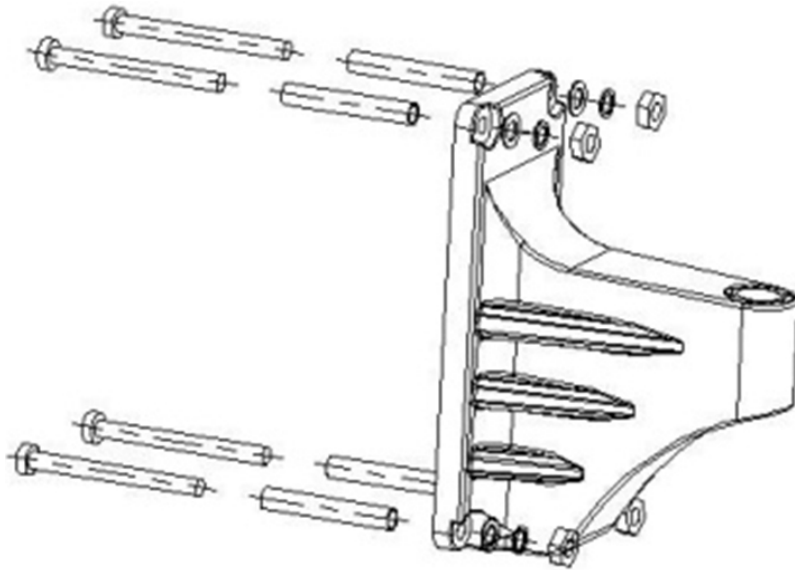

Fig. 1
4. Fixez le support à l'aide de quatre vis (Fig. 1).